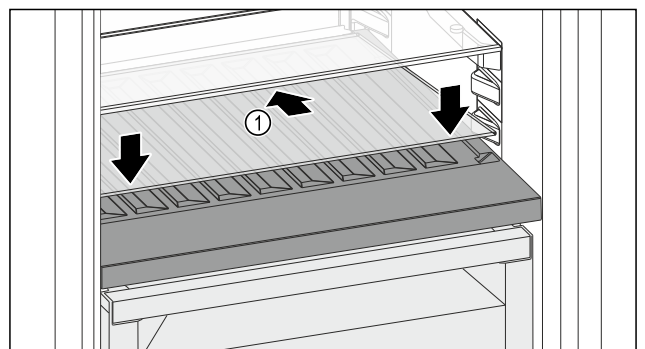

Fig. 100
- ▶ Поставете стъклената плоча Fig. 100 (1) косо и наклонена назад надолу.
- ▶ Спуснете стъклената плоча Fig. 100 (1) отпред.